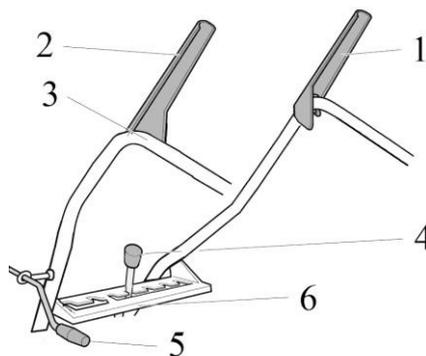

Рис. 4.
1. Пропустить рычаг переключения скоростей (см. рис.4, поз.4) в отверстие, расположенное на плате переключения скоростей (рис.4 поз.6).